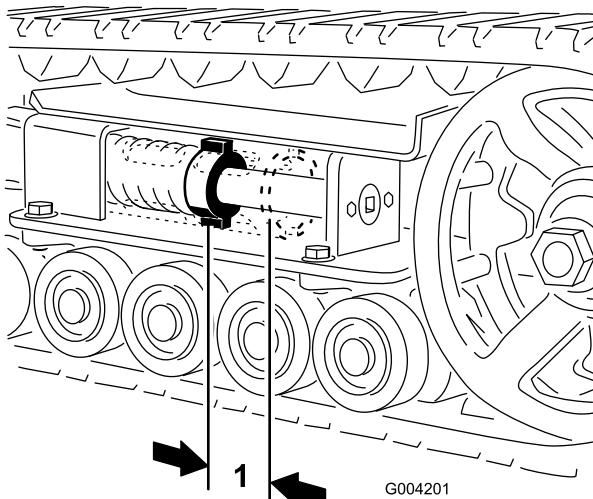
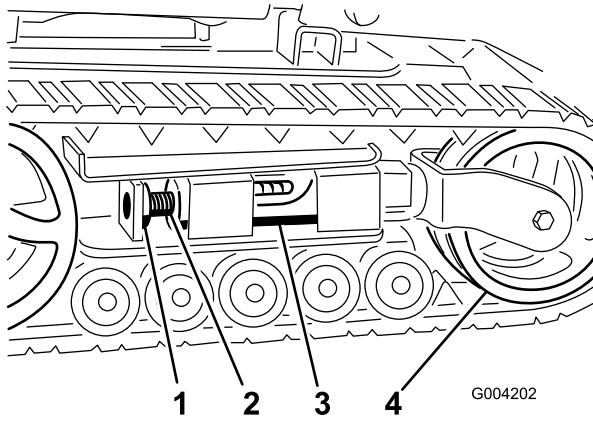
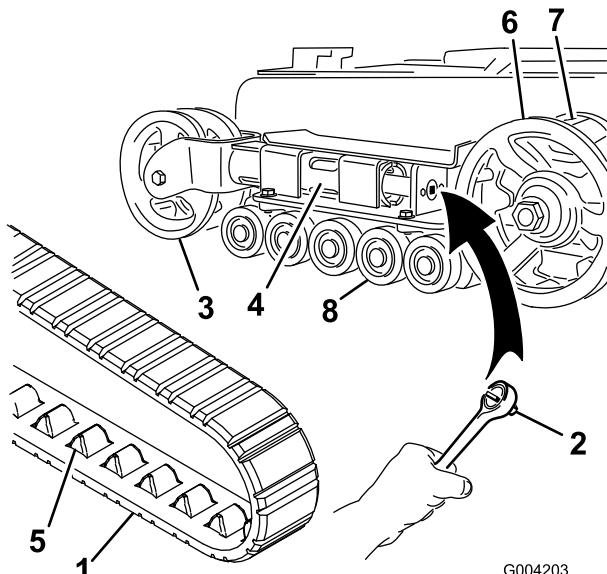
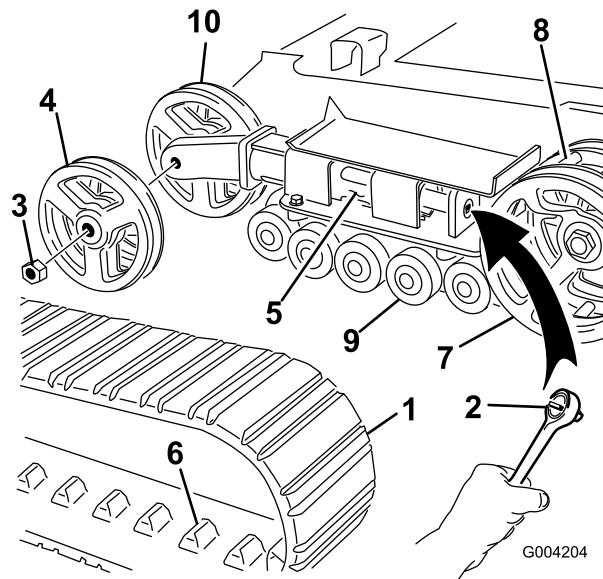

Figura 41
Figura 42
Figura 43
Figura 44
Deve esserci uno spazio di 7 cm tra il dado di tensionamento e la parte posteriore del tubo di tensionamento (Figura 41). In caso contrario, regolare la tensione dei cingoli eseguendo la procedura di seguito riportata:
3. Togliere il bullone di bloccaggio e il dado (Figura 42).
4. Utilizzando una chiave a tubo da 1/2 pollice (13 mm) (Figura 43), girare la vite di tensione in senso antiorario fino a portare la distanza tra il dado di tensione e la parte posteriore del tubo di tensione (Figura 41) a 7 cm.
5. Allineare l'intaglio più vicino della vite di tensione al foro del bullone di bloccaggio e fissare la vite con il bullone di bloccaggio e il dado (Figura 42).
- Togliere il bullone di bloccaggio e il dado (Figura 42).
- Utilizzando una chiave a tubo da 1/2 pollice (13 mm), scaricare la tensione girando la vite di tensione in senso orario (Figura 42 e Figura 43).
- Spingere la ruota di tensione verso il retro dell'unità in modo da spostare il tubo di tensione contro il telaio (Figura 43). (se non riesce a toccare il telaio, continuare a girare la vite di tensione fino ad ottenere il contatto).
- Dopo avere liberato il cingolo dalla ruota di tensione, toglierlo dalla ruota conduttrice e dalle ruote non motrici (Figura 43).
- Avvolgete il nuovo cingolo iniziando dalla ruota conduttrice e controllando che i denti del cingolo si alloggino tra i distanziali della ruota stessa (Figura 43).
- Spingere il cingolo sotto e tra le ruote non motrici (Figura 43).
- Girare la vite di tensione in senso antiorario fino a portare la distanza tra il dado di tensione e la parte posteriore del tubo di tensione (Figura 41) a 7 cm.
- Utilizzando una chiave a tubo da 1/2 pollice (13 mm), scaricare la tensione girando la vite di tensione in senso orario (Figura 42 e Figura 44).
5. Spingere la ruota di tensione verso il retro dell'unità in modo da spostare il tubo di tensione contro il telaio (Figura 44). (se non riesce a toccare il telaio, continuare a girare la vite di tensione fino ad ottenere il contatto).
6. Togliere il dado di fissaggio della ruota di tensione esterna e rimuovere la ruota (Figura 44).
7. Togliere il cingolo (Figura 44).
8. Togliere il dado di fissaggio della ruota di tensione interna e rimuovere la ruota (Figura 44).
12. Montare la ruota di tensione interna e fissarla con il dado tolto in precedenza (Figura 44).
14. Montare il nuovo cingolo, accertandosi che gli attacchi del cingolo si inseriscano tra i denti al centro della ruota conduttrice (Figura 44).
15. Montare la ruota di tensione esterna e fissarla con il dado tolto in precedenza (Figura 44).
17. Girare la vite di tensione in senso antiorario fino a portare la distanza tra il dado di tensione e la parte posteriore del tubo di tensione (Figura 41) a 7 cm.